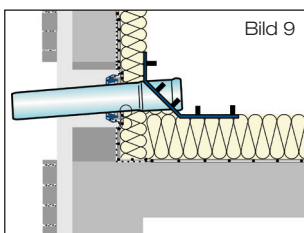

Bild 9
2.2 Ablaufrohr mit Festflansch entsprechend der baulichen Gegebenheiten ablängen. Dichtelement des Schiebeflansches innen und Auslauf des Ablaufrohres mit Festflansch außen hinreichend mit LORO-X Gleitmittel versehen. Ablaufrohr mit Festflansch in den Schiebeflansch bis in seine Einbauposition einführen (Bild 9). Entstandene Hohlräume in der Wärmedämmung schließen. Auslaufrohr im Wandbereich mit ausreichender Wärmedämmung versehen und Dachablauf fixieren.
3.2 Im Bereich des Dachablaufes Aussparung in der Kunststoff-Dachdichtungsbahn in Größe der Außenkonturen des Ablaufrohres mit Festflansch vorsehen (Bild 9).